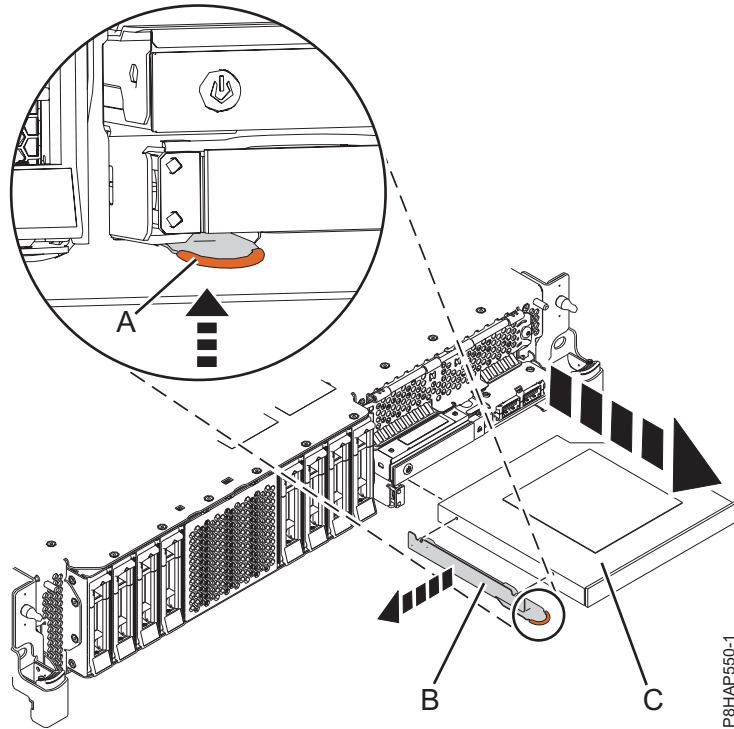
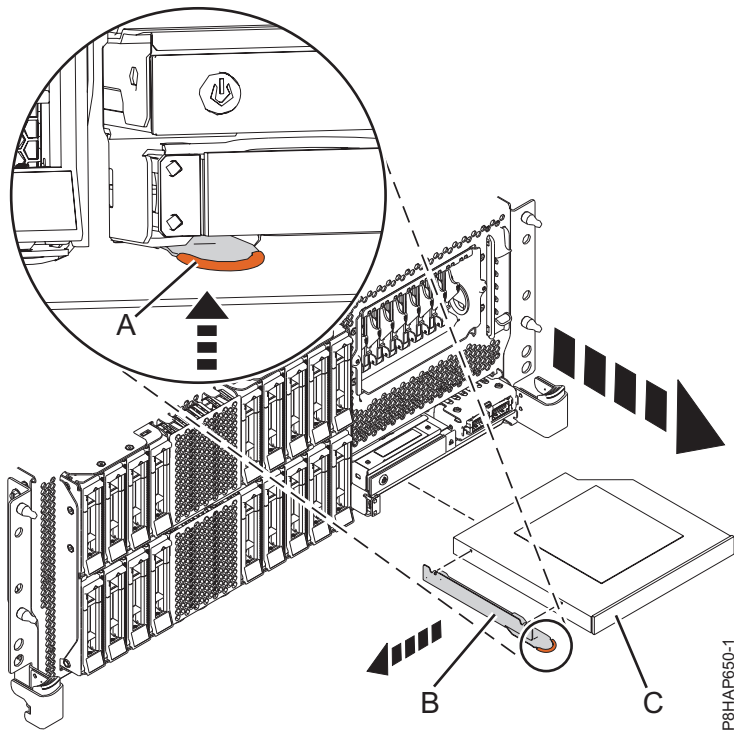
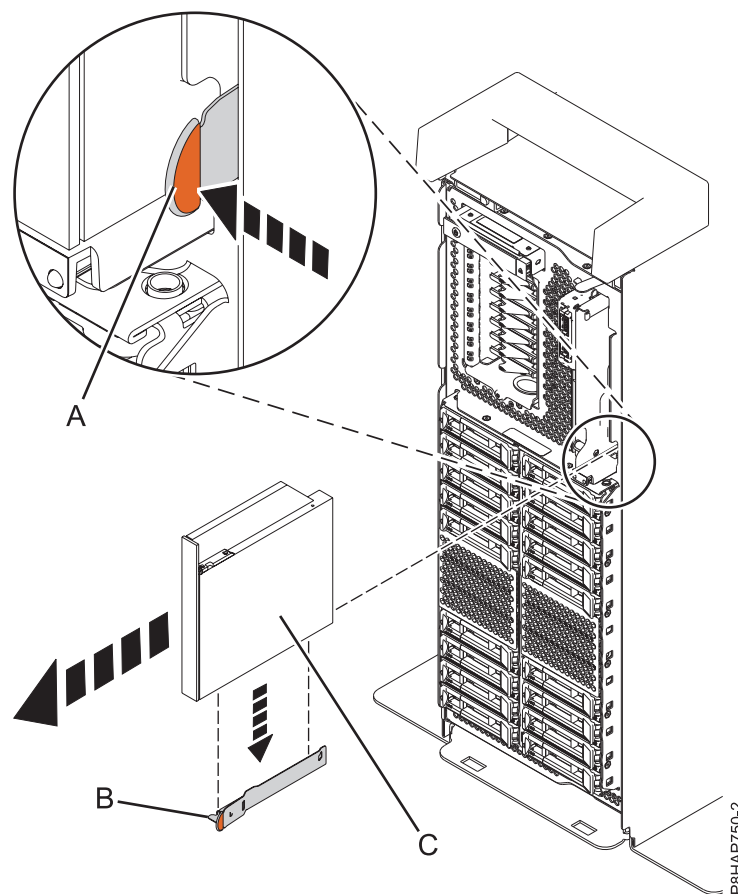

Figura 39. Extracció d'un dispositiu de suport d'emmagatzematge extraplà d'un sistema 8284-21A o 8284-22A
Figura 40. Extracció d'un dispositiu de suport d'emmagatzematge extraplà d'un sistema 8286-41A o 8286-42A muntat en bastidor
Figura 41. Extracció d'un dispositiu de suport d'emmagatzematge extraplà d'un sistema autònom
Per un sistema 8284-21A o 8284-22A, consulteu Figura 39 a la pàgina 48, per un sistema 8286-41A o 8286-42A muntat en bastidor, consulteu Figura 40 a la pàgina 48 o per un sistema 8286-41A autònom, consulteu Figura 41 a la pàgina 49.
6. Estireu el dispositiu de suport d'emmagatzematge extraplà (C) cap a fora del sistema, en la direcció mostrada a la figura 39 a la pàgina 48, Figura 40 a la pàgina 48 o Figura 41.
7. Si esteu extraient el dispositiu de suport d'emmagatzematge extraplà com a part d'un altre procediment de servei, no extraieu la peça de subjecció (B) del dispositiu de suport d'emmagatzematge extraplà.
8. Si esteu extraient el dispositiu de suport d'emmagatzematge extraplà que ha fallat i substituint-lo per un dispositiu de suport d'emmagatzematge extraplà nou, heu de treure la peça de subjecció (B) per utilitzar-la amb el dispositiu de suport d'emmagatzematge nou. Traieu la peça de subjecció que subjectant el punt de color terracota i fent-lo sortir del dispositiu de suport d'emmagatzematge que es mostra a Figura 39 a la pàgina 48, Figura 40 a la pàgina 48 o Figura 41.
9. Guardeu la peça de substitució (B) en un lloc segur.